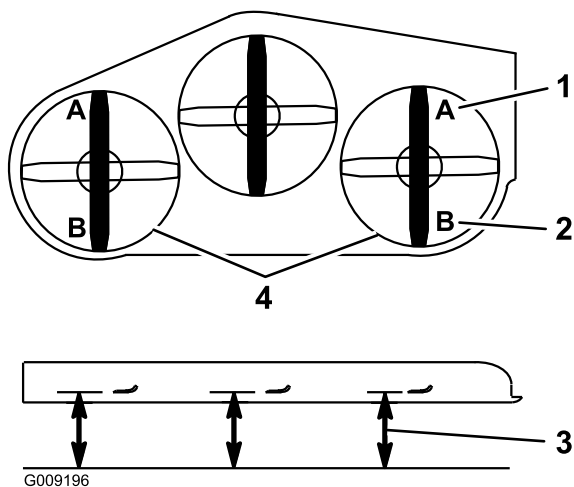

Figura 94
15. En ambos lados de la carcasa, mida desde la superficie nivelada hasta la punta trasera de la cuchilla (Posición B). La medida debe ser de 8,3 cm (3-1/4 pulg.) (Figura 94).